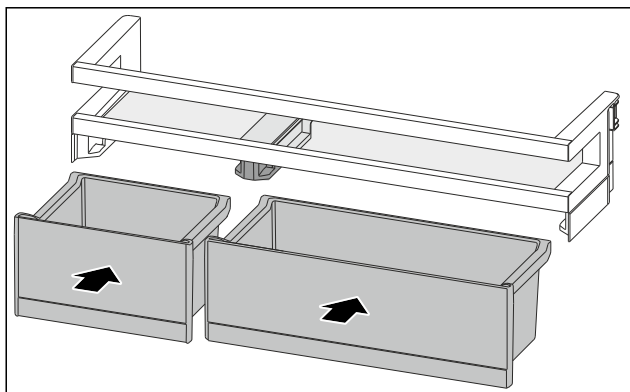

Fig. 157
- Vendosni kutitë VarioBoxnë rendin e kundërt. (shihni Fig. 157)